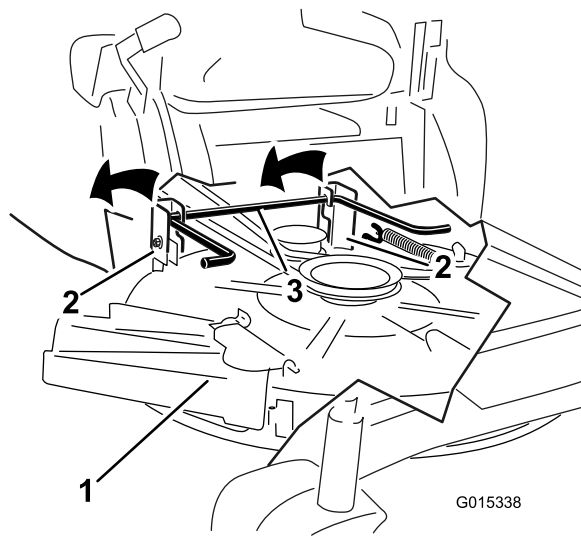

Figura 57
5. Eleve la carcasa del cortacésped y desenganche la varilla de elevación trasera de las pletinas de suspensión, y baje el cortacésped con cuidado al suelo (Figura 57).
5. Eleve la parte trasera de la carcasa del cortacésped y coloque las pletinas de suspensión sobre la varilla de elevación trasera (Figura 57).